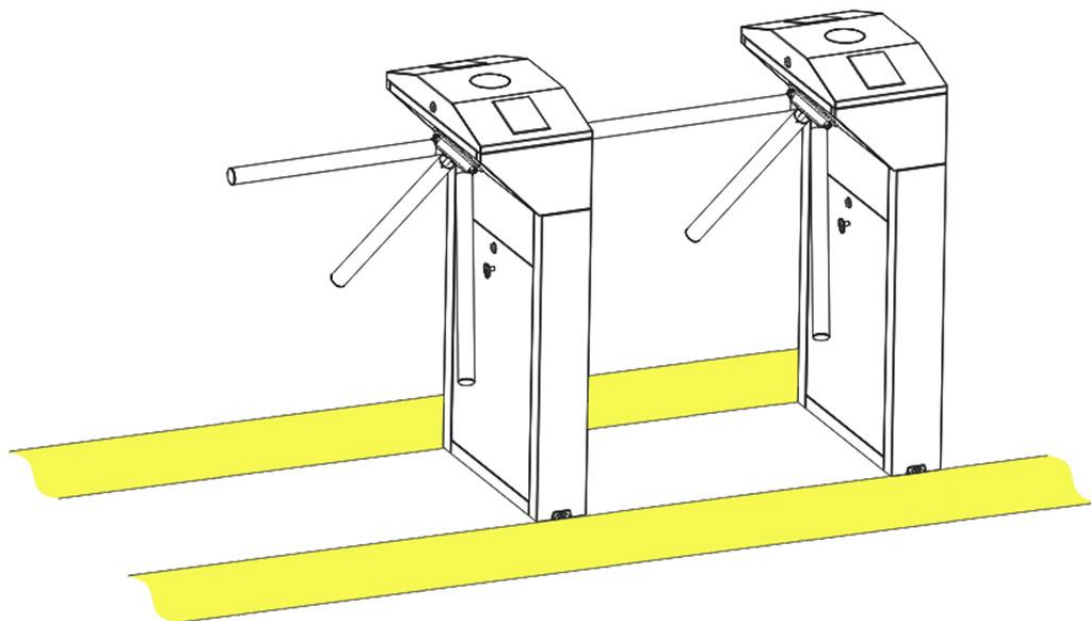

Рисунок 7
3. Дополнительно можно сделать напольную маркировку (Рисунок 7), предупреждающую пользователя, что необходимо остановиться на разметке для идентификации. Такая маркировка позволит снизить вероятность выхода турникета из строя вследствие неправильной эксплуатации.